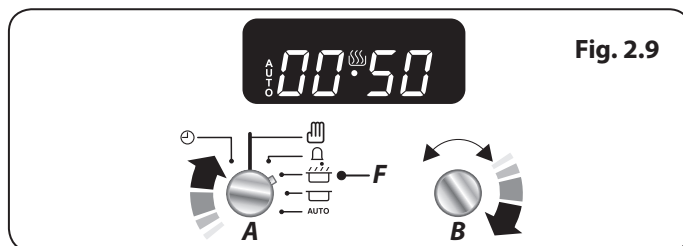

Fig. 2.9
1. Ruota la manopola del timer (A) sull'impostazione del tempo di cottura (F). Ruota la manopola di regolazione (B) in senso orario per impostare la durata del tempo di cottura (**Fig. 2.9**).